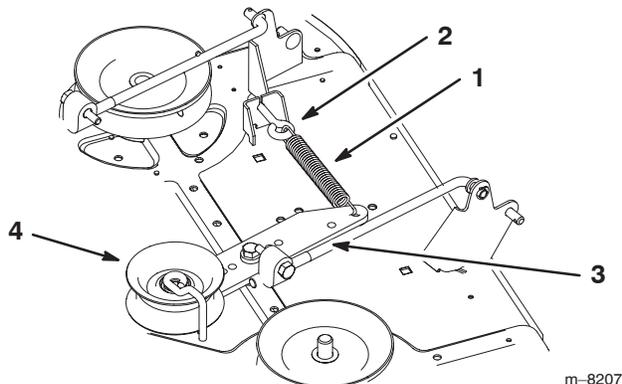

Figure 45
13. Accrochez le ressort du bras de la poulie de tension au boulon à œil du plateau de coupe (Fig. 45).